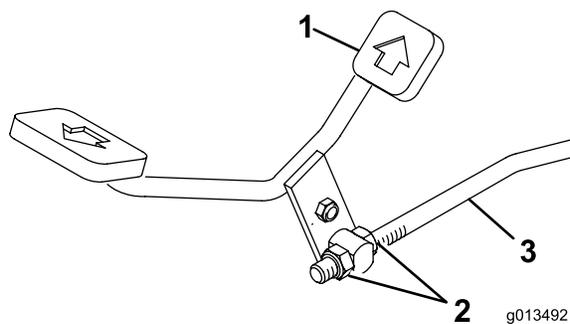

Figure 22
3. Desserrez les écrous de blocage sur la tige de commande (Figure 22).